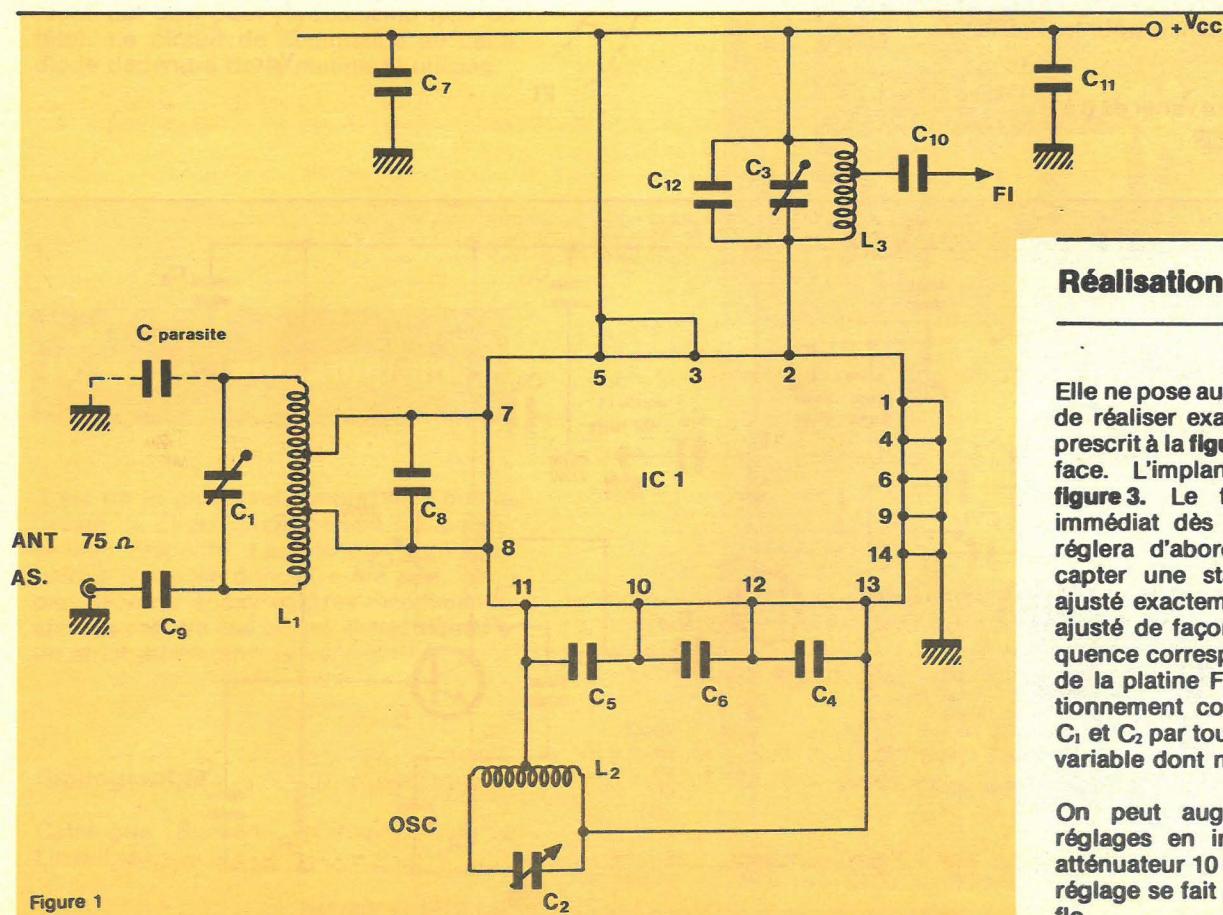

Figure 1
- Dans le cas de transformateur à enroulement imbriqué, **figure 1**, le coefficient de couplage :
On peut voir sur la **figure 1** que l'antenne ($75\ \Omega$) attaque directement le circuit accordé L_1C_1 dont les prises intermédiaires alimentent symétriquement le modulateur en anneau.